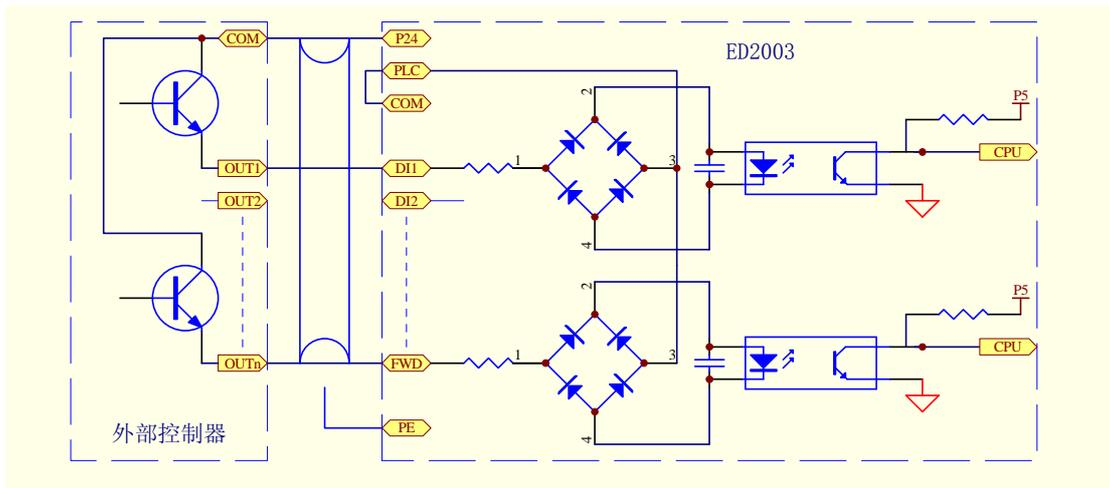

图 3-17 使用变频器内部 P24V 电源的漏极接线方式
②使用变频器内部 P24V 电源，外部控制器为 PNP 型的共发射极输出的连接方式（注意去除 PLC 与 P24V 端子间的连接方式），如图 3-17 所示。